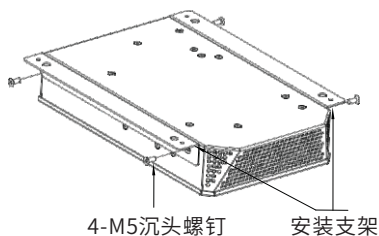

图6.31 明装/暗装支架状态示意图
(1) 把纸箱内附件的4颗M5沉头螺钉与安装支架取出，用螺钉将安装支架固定在产品上，如图6.31